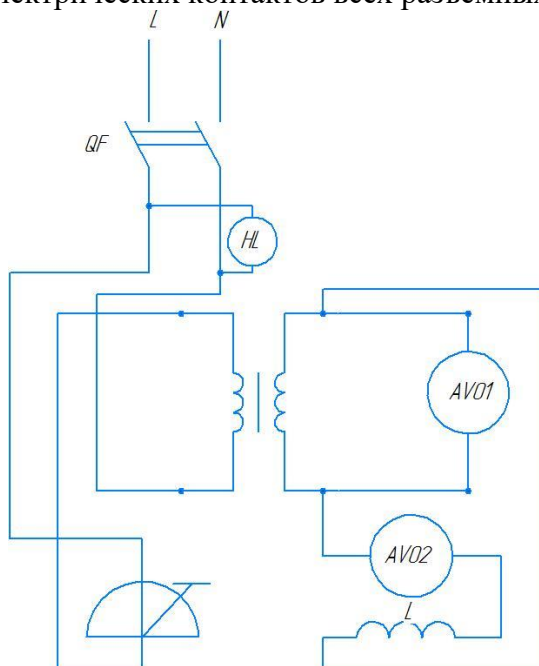

Рисунок 5. Принципиальная схема исследуемой цепи
7. Пользуясь схемами соединений (рис. 5), начертить принципиальную схему исследуемой цепи с включенными измерительными приборами.